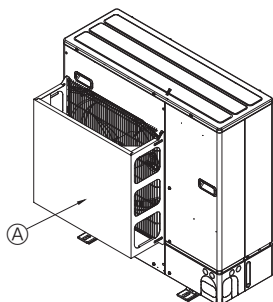

Fig. 2-5
- ② Installer en valgfri luftledeskærm, hvis enheden installeres på en placering, hvor stærk vind fra en storm eller lignende kan gå direkte ind i luftudgangen. (Fig. 2-5)